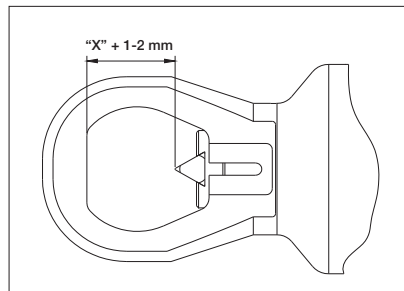

图 7
4. 旋转切割头, 直至切割头平面至刀片尖端的距离与之前在步骤 1 中测量的螺母至螺栓距离再加上 1 到 2 毫米 (1/16 英寸) 的值相同。见图 7。